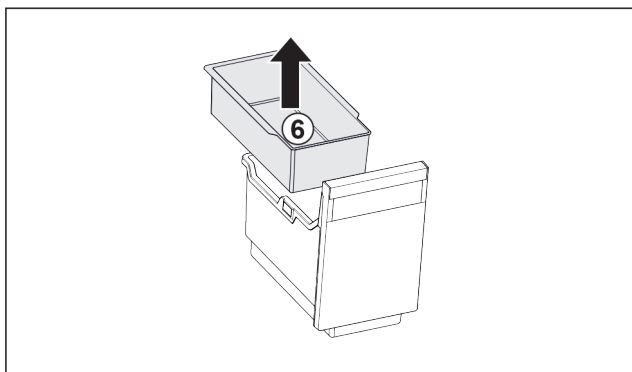

Fig. 170
- ▶ Vyjměte závěsnou misku Fig. 170 (6).